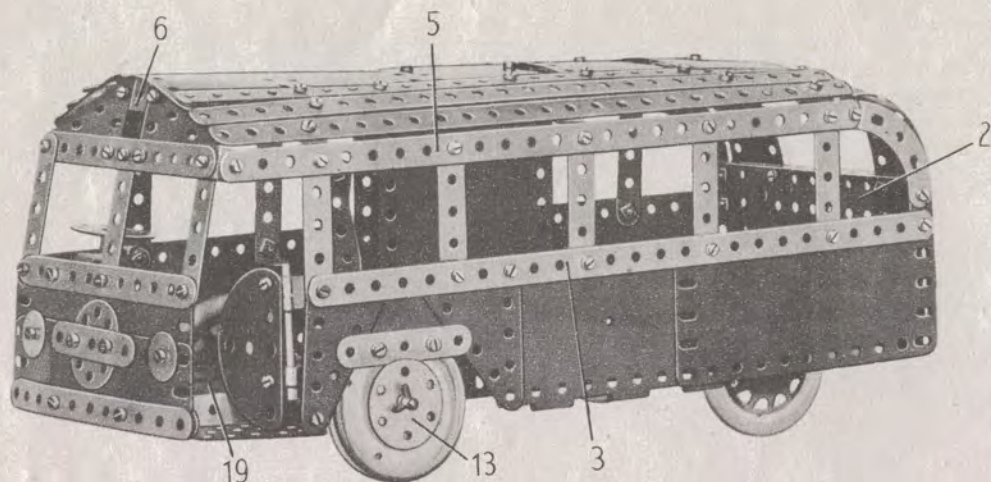

Fig. 5.8
Le côté du modèle qui apparaît sur la figure 5.8 est boulonné sur une bande de 25 trous (3). Il est formé par une plaque flexible de 14x6 cm., une moitié de plaque à charnière, une plaque flexible triangulaire de 6x5 cm., une de 6x4 cm. et par une plaque flexible de 6x4 cm. Le côté est boulonné sur la plaque à rebords (2) et il est réuni par une équerre à une bande de 11 trous (4) fixée au travers du châssis. L'autre côté du modèle est construit de façon identique, mais il est prolongé vers l'avant par deux plaques flexibles de 6x4 cm., qui sont réunies à la carrosserie par une équerre; en outre, une bande de 25 trous et une bande de 11 trous remplacent la bande (3).